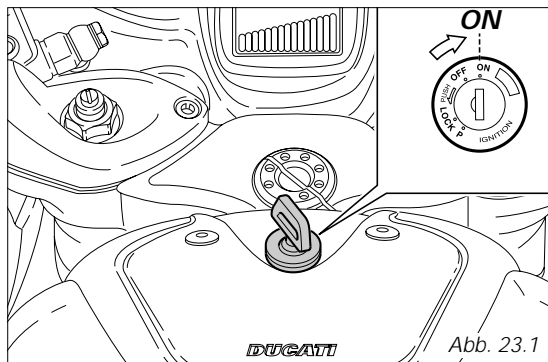

Abb. 23.1
1) Den Zündschalter auf die Angabe **ON** (Abb. 23.1) drehen und dabei prüfen, ob die grüne Kontrollleuchte **N** und die rote Öldruckkontrolleuchte  am Instrumentenbrett aufleuchten.